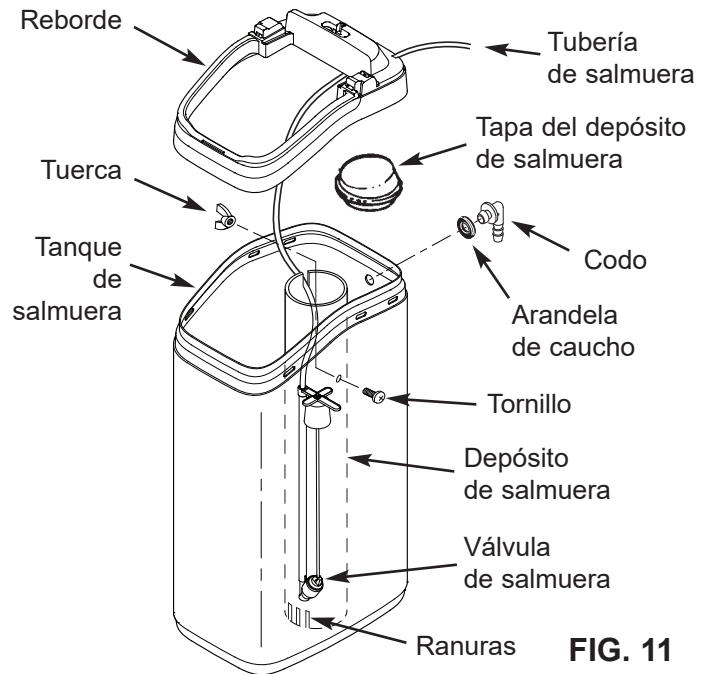

FIG. 11
- a. Vuelva a encajar a presión el reborde en el tanque de salmuera. (Vea la Fig. 11).
- c. Baje la válvula de salmuera para introducirla en el depósito. Introduzca la tubería en la ranura superior del depósito de salmuera (Fig. 11) y hágala salir por el orificio en la parte posterior del reborde.